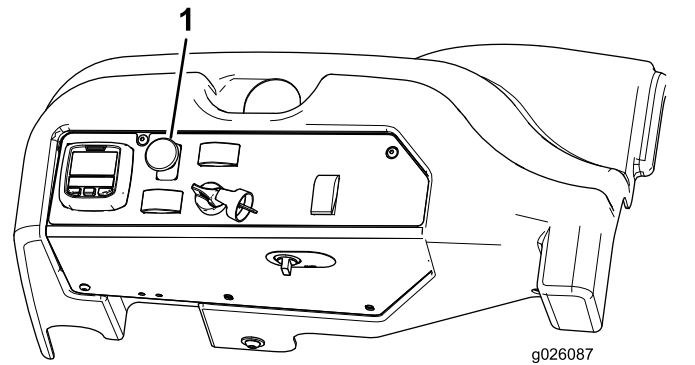

Figure 26
3. Tirez sur la commande de PDF pour engager la PDF (Figure 26).